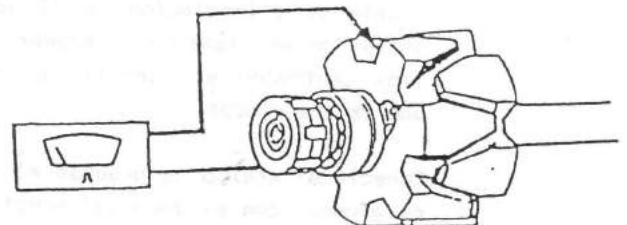

Fig. 10.47
- 2.- Compruebe el aislamiento del devanado del rotor, conectando un ohmetro entre uno de los anillos rozantes y un buen punto de masa del rotor. (Fig. 10.47)